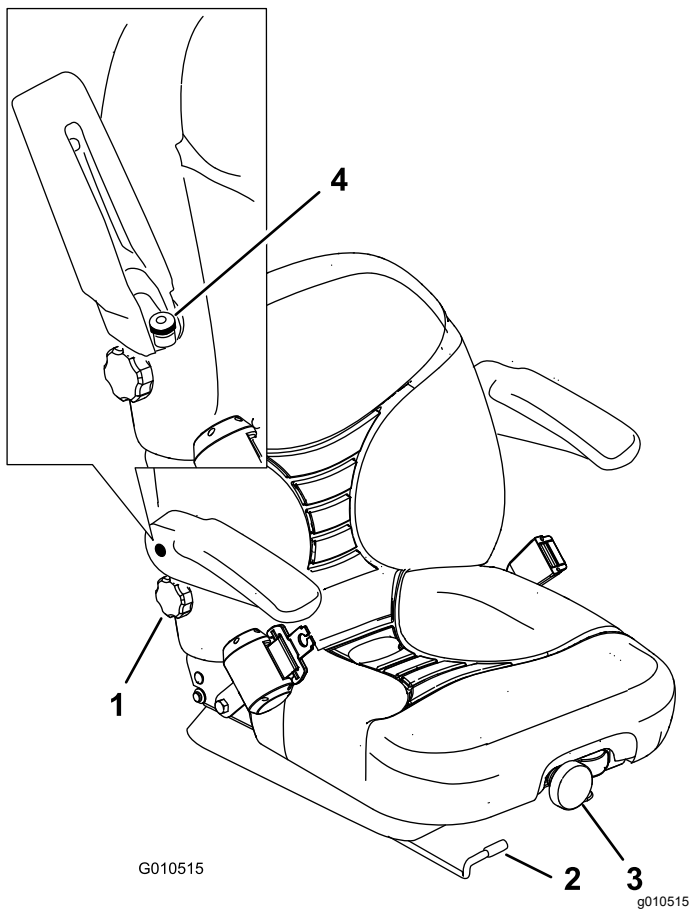

图 34
1. 横向移动控制杆打开座椅的锁定图 34。
要调整座椅可向任一方向旋动前旋钮以提供最佳的舒适度图 34。
要调整座椅可向任一方向旋动旋钮在右侧扶手下方以提供最佳的舒适性(图 34)。
提起扶手并向任一方向旋动旋钮以提供最佳的舒适度图 34。